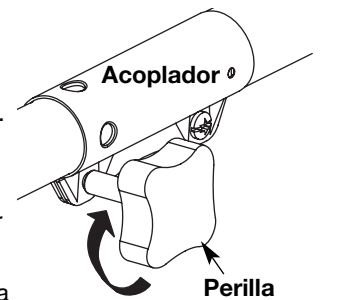

Fig. 22
4. Gire la perilla en sentido horario para ajustarla (Fig. 22).